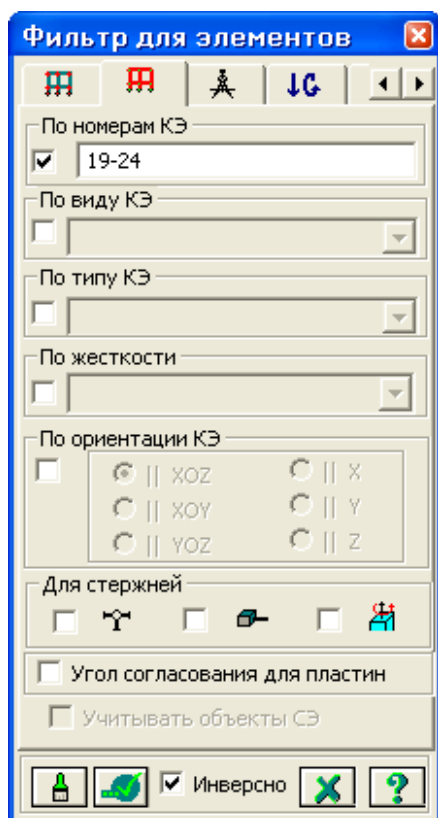

Рис.3.10. Диалоговое окно **Фильтр для элементов**
- С помощью меню **Выбор** ⇒ **ПолиФильтр** (кнопка  на панели инструментов) вызовите диалоговое окно **ПолиФильтр** (рис.3.10), для того чтобы выделить элементы верхнего пояса.